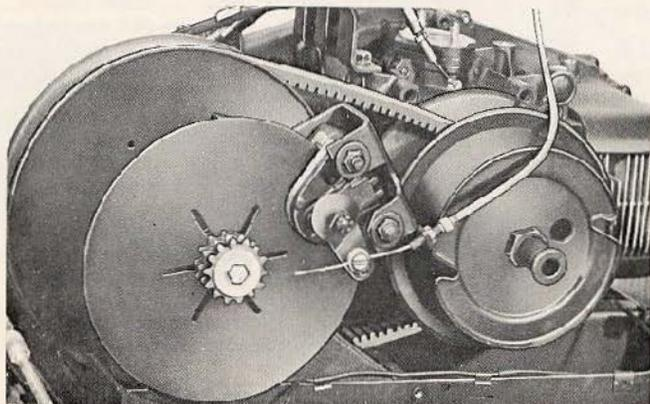

FIGURE 10
3. Enroulez la corde de démarreur fournie avec la trousse d'outils, autour de la poulie en sens inverse des aiguilles d'une montre et tirez. Veuillez à saisir solidement la poignée de la corde. Figure 10.